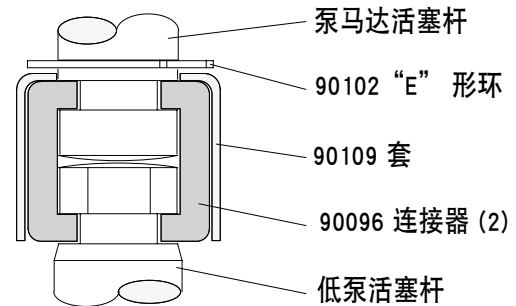

图 2
4. 用 e 形环钳将“e”形环向上拉到足够远处，使套筒能向上移动并松开两个接头 (见图 2)。